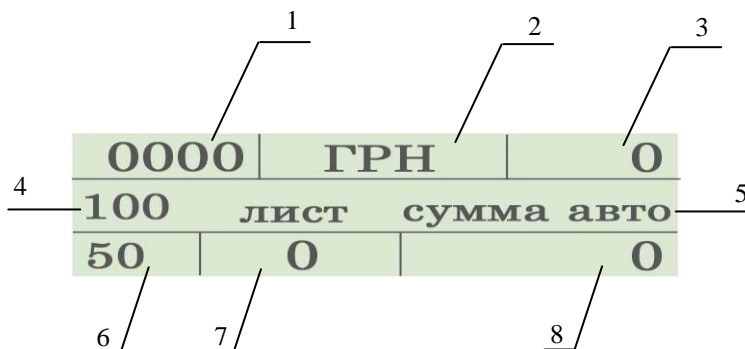

Рис.3 - Дисплей счета
5. Клавиша  - используется для удаления значений подсчета: после одного нажатия удаляется значение подсчета по номиналам (см. рис.3), после длительного нажатия удаляются все значения.